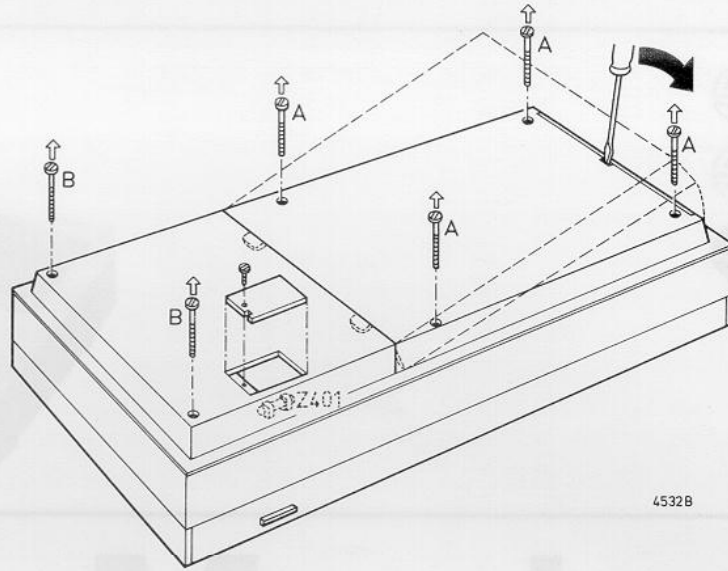

Fig. 2
I. UIT- EN INKASTEN VAN HET APPARAAT (Fig. 2)